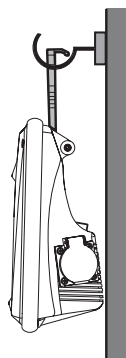

bild 9
3.1.3.1 Från haken hängande nedåt (se bild 9).